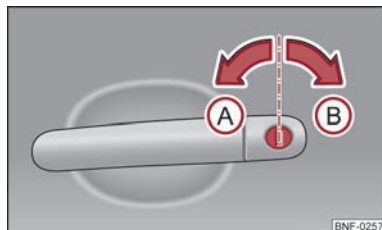

Bild 10 Vridning av nyckeln för att låsa och låsa upp
- Vrid nyckeln i låscylindern på förardörren i körriktningen (upplåsningsläge) **(A)** ⇒ bild 10.
- Vrid nyckeln i låscylindern på förardörren motsatt körriktningen (låsläge) **(B)** ⇒ bild 10.